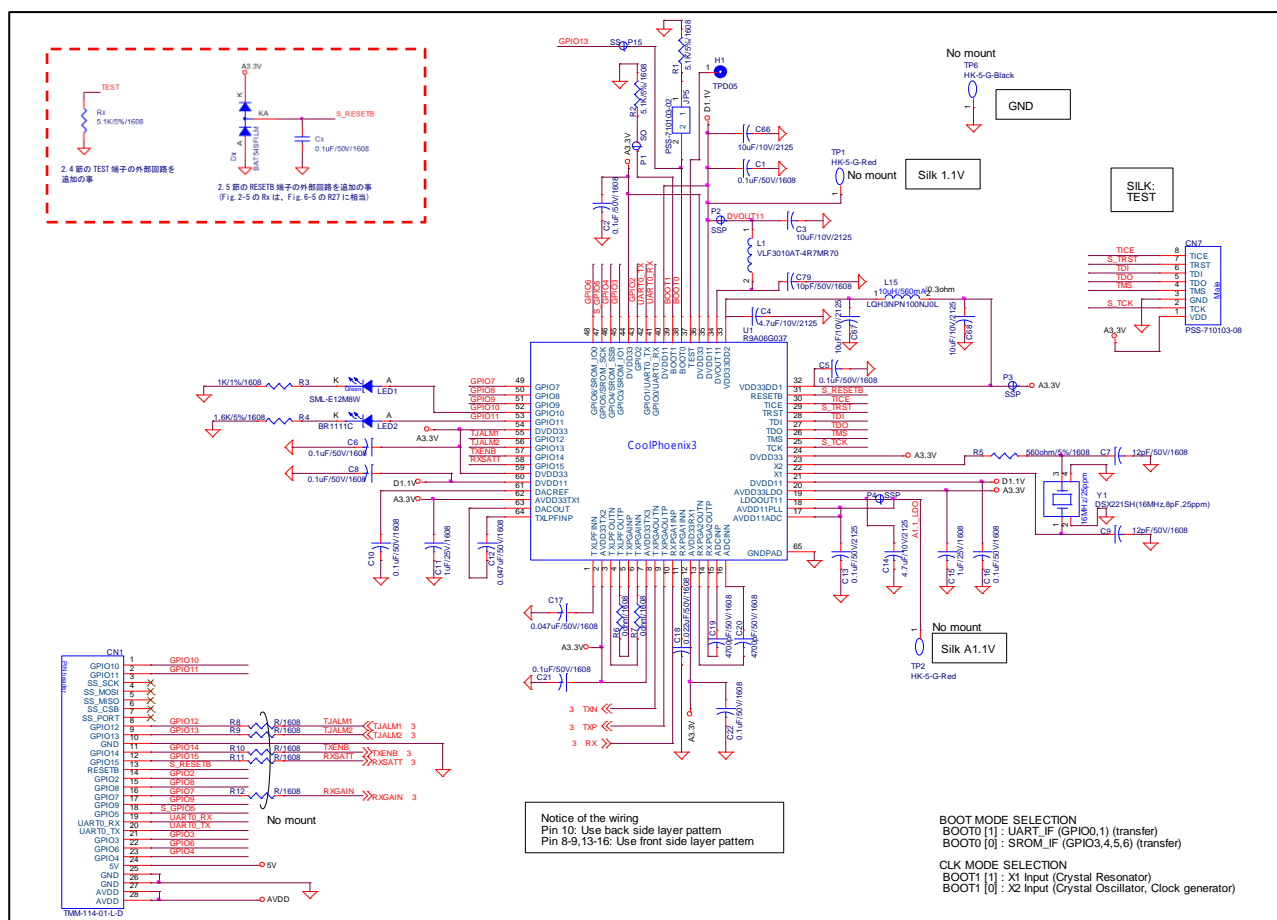

Figure 6-1 PLC ボード (R9A06G037 周辺回路)
- 2 章から 4 章の内容と本章の回路設計例で異なる場合は、2 章から 4 章の内容を優先してください。6.1 節に回路設計例 (Figure 6-1-Figure 6-8)、6.2 節に Bill of materials の例 (Table 6-1-Table 6-6) に示します。